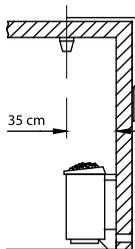

Abb. 9
1. Drei Bohrungen $\varnothing 2$ mm für die mitgelieferten Holzschrauben 4 x 20 mm und eine Bohrung $\varnothing 28$ mm für die Leitungsdurchführung werden entsprechend den in Abb. 9 und 9a angegebenen Maßen angebracht.